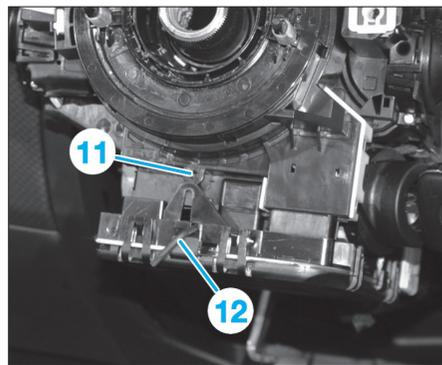

Fig. 9
- Déposer la vis (11) et déverrouiller la partie avant du calculateur de colonne de direction (pour cela, introduire une tige (12) de Ø 2,5 mm sur environ 45 mm) (Fig.9).